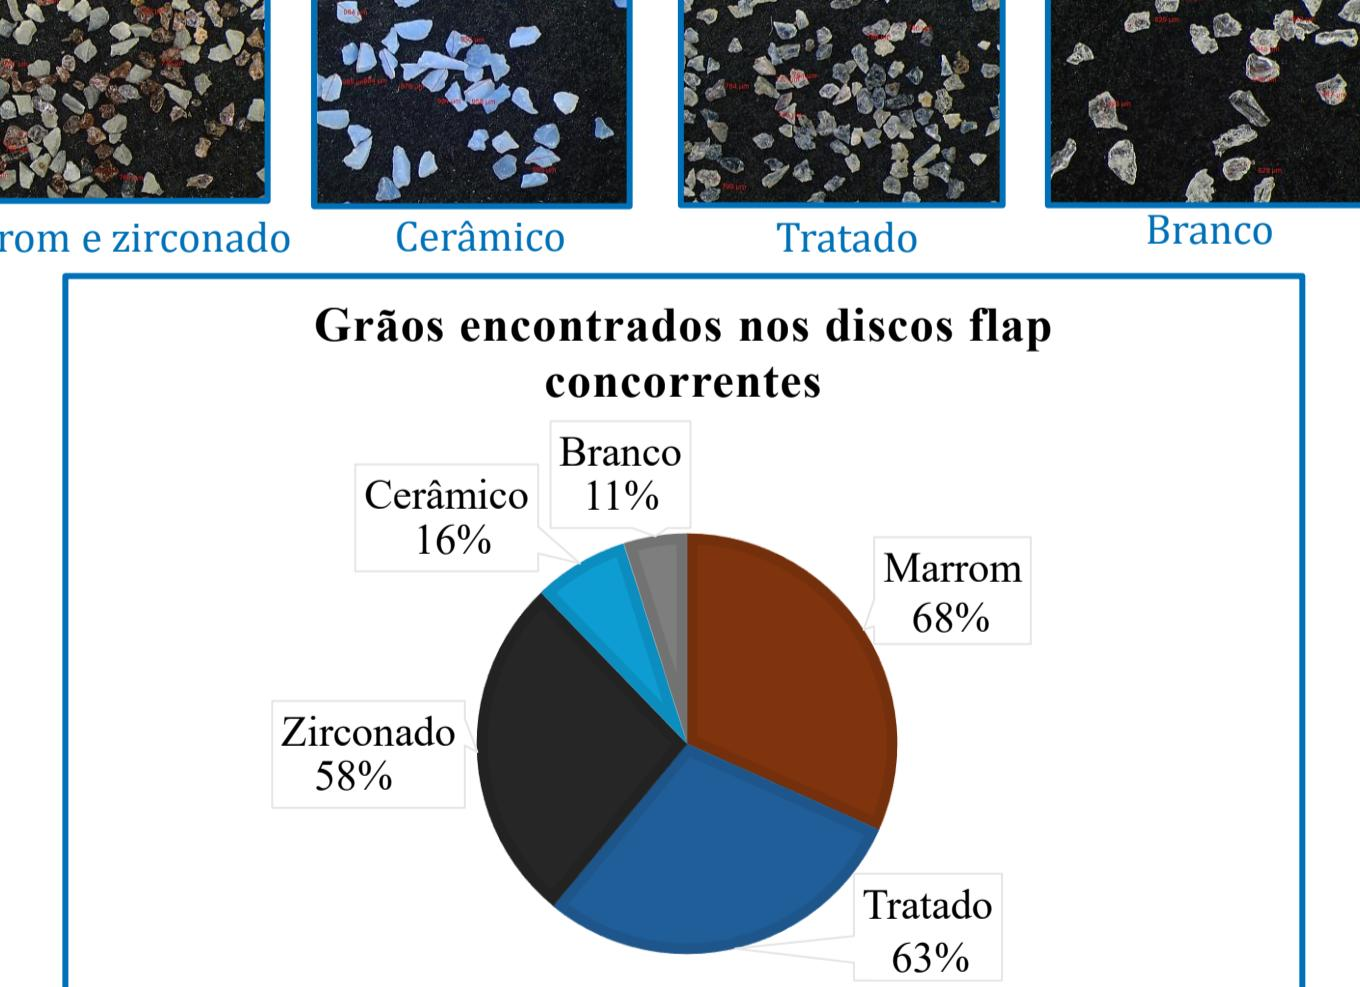

Figura 7. Resultado da recuperação de grãos de 19 discos flap concorrentes
Variação da concentração de pigmento da saturação (Figura 7)
**Metodologia:** Calcinação e digestão das sobras da queima (figura 7)